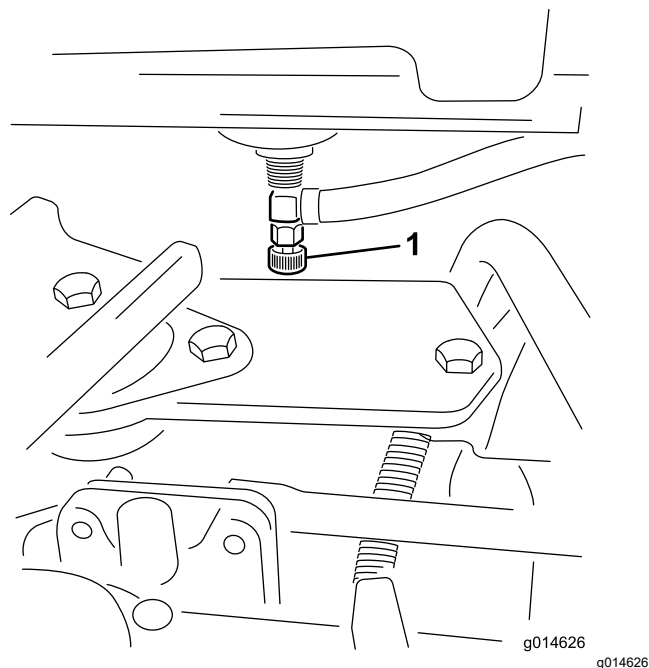

Figura 44
1. Cierre la válvula de cierre del combustible (Figura 44), situada debajo del depósito de combustible.